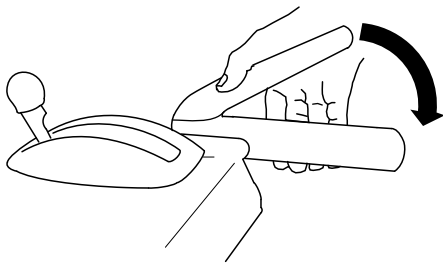

図 20
1. オーガインペラを駆動させるには、右側オーガインペラのレバーをハンドルグリップに向かって握る **図 20**。